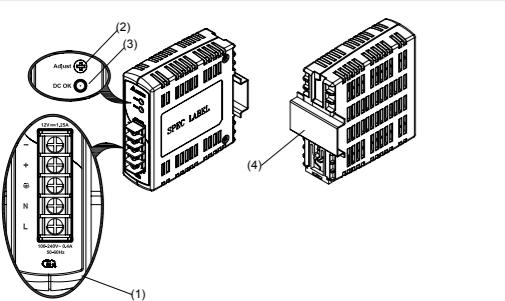

Figure 1
#### 2. Gerätebeschreibung (Abb. 1)
#### 5.1. Anschluss der Eingangsklemmen (Abb. 1, Abb. 5)
#### 5.2. Anschluss der Ausgangsklemmen (Abb. 1, 2)
Verwenden Sie die Schraubklemmen „+“ und „-“, um den 12Vdc-Anschluss herzustellen. Am Ausgang stehen 12Vdc zur Verfügung. Die Ausgangsspannung kann am Potentiometer zwischen 11 und 14Vdc eingestellt werden. Die grüne LED „DC OK“ zeigt die korrekte Funktion des Ausgangs an (Abb. 1 (3)). Das Gerät verfügt über einen Kurzschluss-, Überlast- und Überspannungsschutz, der auf 17.6Vdc begrenzt ist.